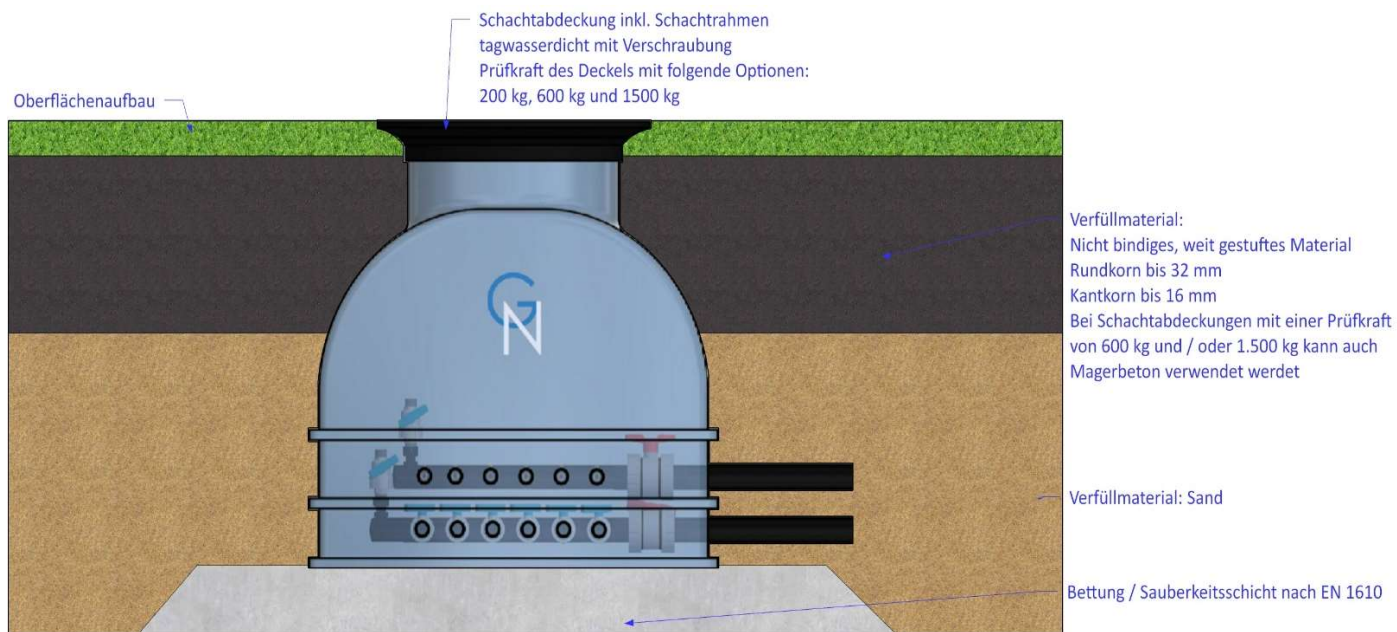

Abbildung 1: Vereinfachtes Bild zum Schachteinbau
- G Die Verfüllung der Baugrube darf ausschließlich mit nicht bindigem Material erfolgen. Anforderung nach ATV 127: Bodengruppe G1 oder G2 (siehe Abbildung 1 auf Seite 3)